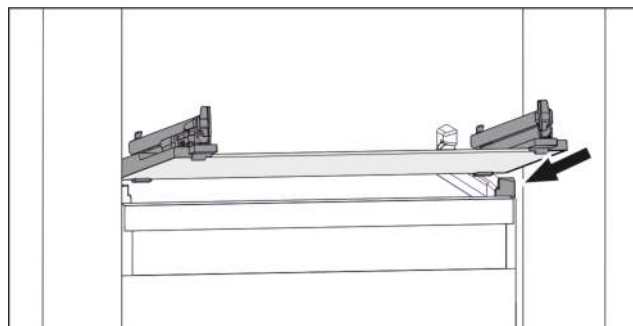

Fig. 145 Beispielhafte Darstellung der Glasplatte
- Glasplatte schräg hinter den Stopperrn aufsetzen. (siehe Fig. 145)